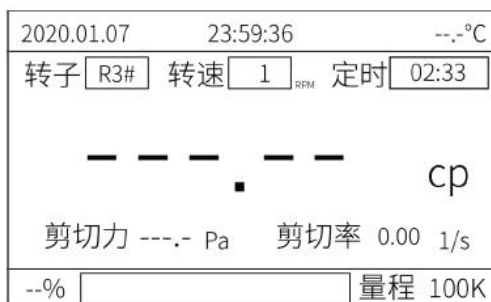

图 4
(7) 按▲或▼键可选择所需的转速。当选择好转子和转速档位后，按确定键，转子开始旋转，仪器开始进行测量，屏幕显示如图 4 所示。